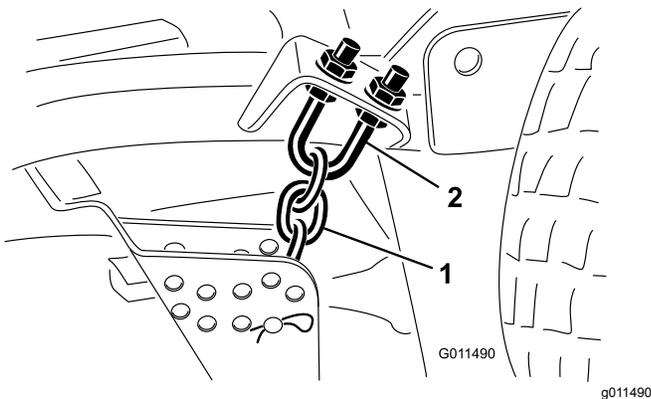

Figura 108
1. Afloje las contratuercas en la parte superior o inferior del perno en U de la cadena de altura de corte (Figura 108).